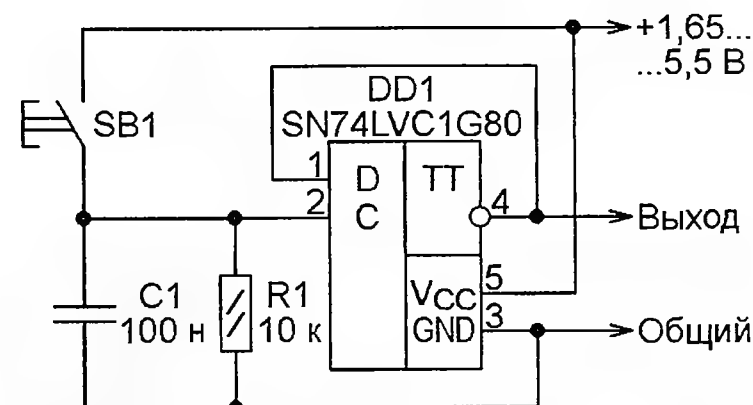

Рис. 6
**Низковольтная "триггерная" кнопка (рис. 6, <http://prosje.be/Projects/D-FF.png>).** Каждое нажатие на кнопку SB1 приводит к смене логического уровня на выходе работающего в счётном режиме D-триггера DD1. Эти микросхемы выпускают в пятивыводных малогабаритных корпусах для поверхностного монтажа. Напряжение питания может лежать в указанном на схеме интервале.